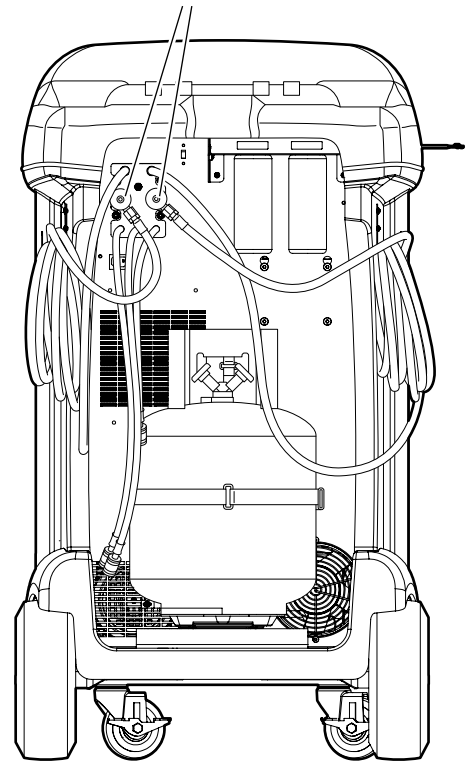

Figura 3
2. Cuando se le indique, conecte las mangueras de servicio de la máquina a sus tomas de almacenamiento, como se muestra en Figura 3. Verifique que las mangueras del depósito estén conectadas y que las válvulas estén abiertas. Seleccione **▶▶** para continuar.